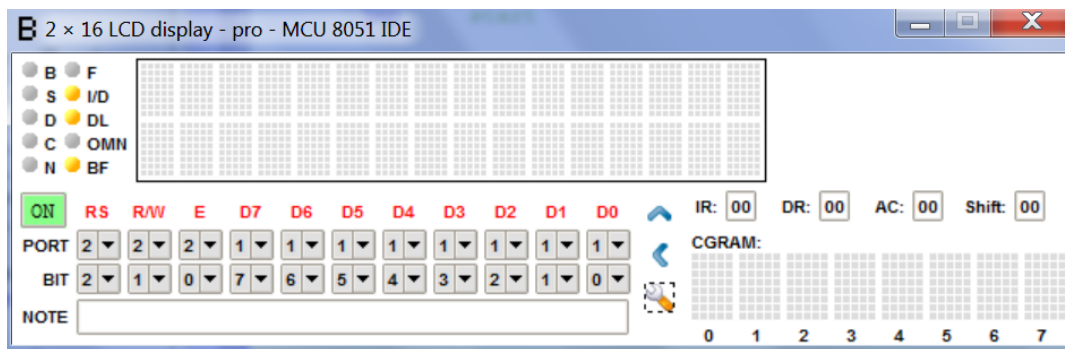

Рис. 4 Подключение ЖКИ к микроконтроллеру
3.1 Проверить работоспособность программы HD.asm. Для проверки программы подключить ЖКИ как на рис.4 в режиме 2x16. Для этого в главном меню выбрать Virtual HW/Led display (HD44780)/2x16 и установить значения портов.